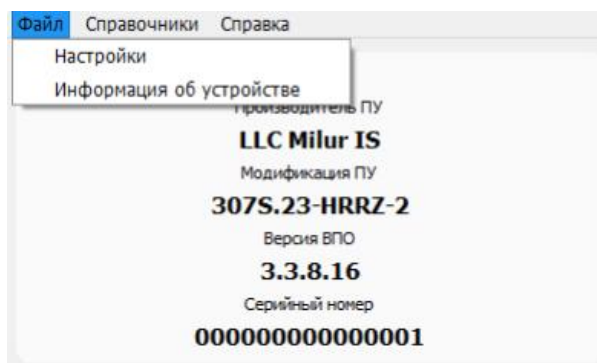
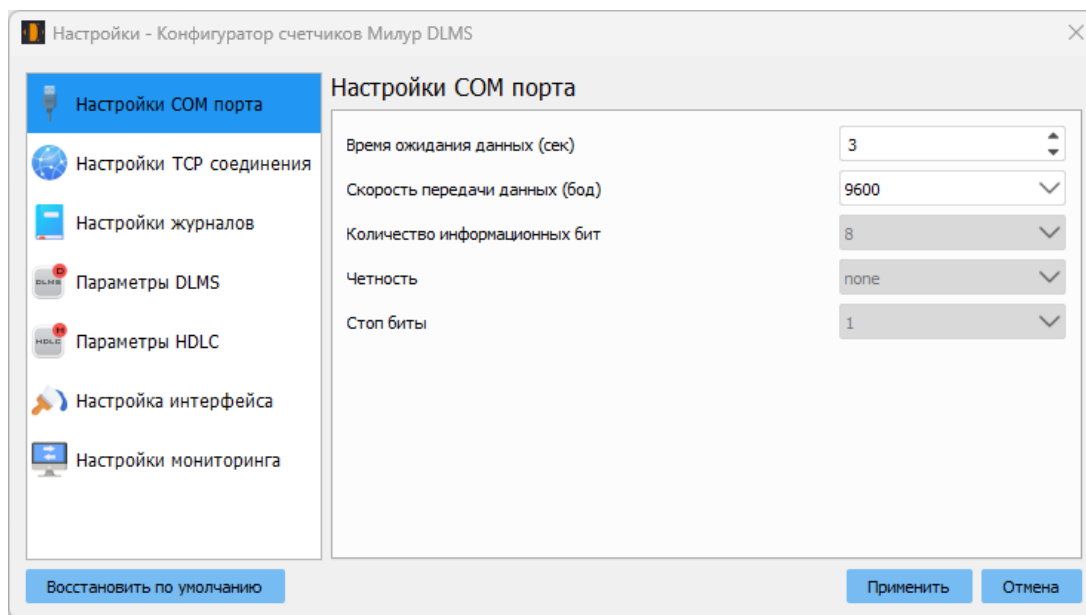

Рисунок 2
Рисунок 3
Верхнее меню «Файл» имеет два подменю: «Настройки» и «Информация об устройстве» (рисунок 2). В каждом элементе подменю «Настройки» для возврата к настройкам по умолчанию (рекомендуемым) следует нажать кнопку «Восстановить по умолчанию» (рисунок 3). При перезагрузке конфигуратора настройки сохраняются.
4.2.1 «Файл» → «Настройки» → «Настройки COM-порта» (рисунок 3).